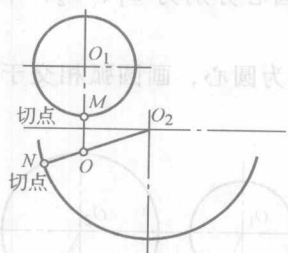

图 1-18 两圆弧间圆弧混合连接步骤三
3) 连接  $OO_1$  交已知圆于  $M$  点; 连接  $OO_2$  并延长交已知圆于  $N$ ,  $M$ 、 $N$  即为切点, 如图 1-18 所示。